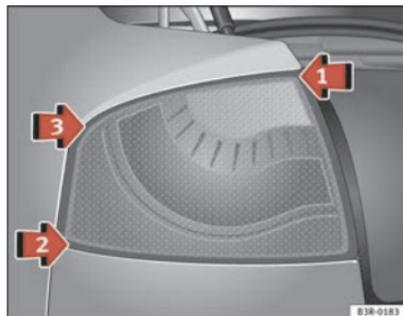
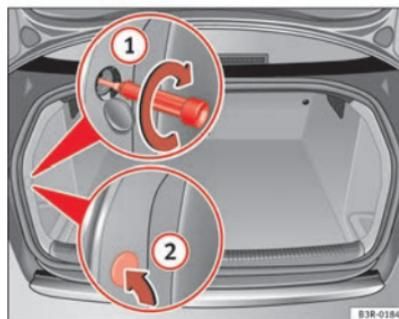

Fig. 215 Repose du feu arrière
Fig. 216 Coffre à bagages : vis de fixation de feu arrière
- Posez le feu arrière sur le support de feu arrière au niveau de la ⇒ fig. 215 flèche ①.
- Appuyez légèrement sur le feu arrière pour qu'il s'encastre dans le support de feu arrière tout d'abord au niveau de l'emplacement ② puis ③ jusqu'à ce que les clips soient bien en place dans les patins en caoutchouc.
- Appuyez légèrement sur la partie supérieure du feu arrière et fixez le feu à l'aide de la vis à partir du coffre à bagages ⇒ fig. 216 ①.
- Encliquetez le cache ② du revêtement intérieur.